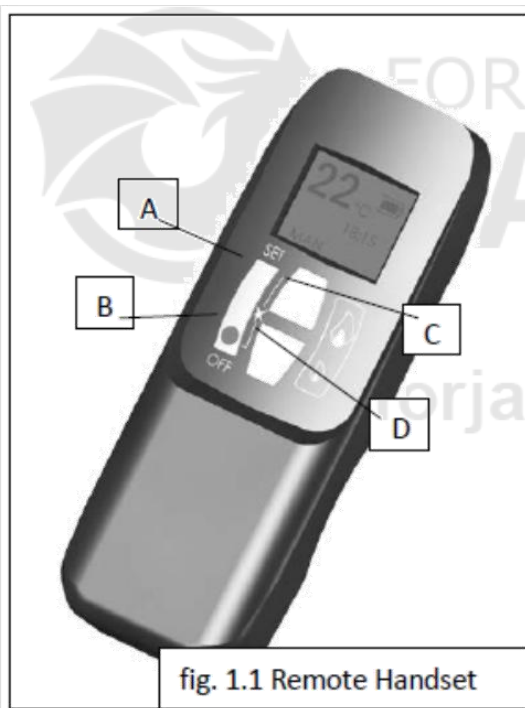
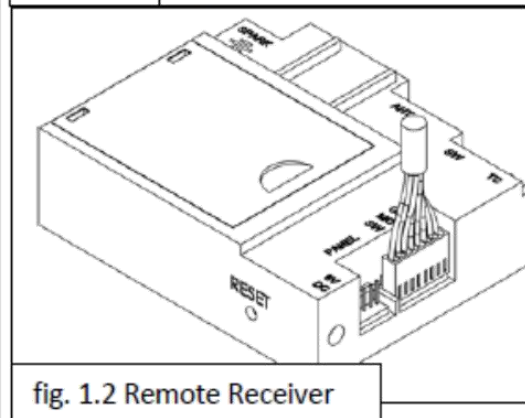
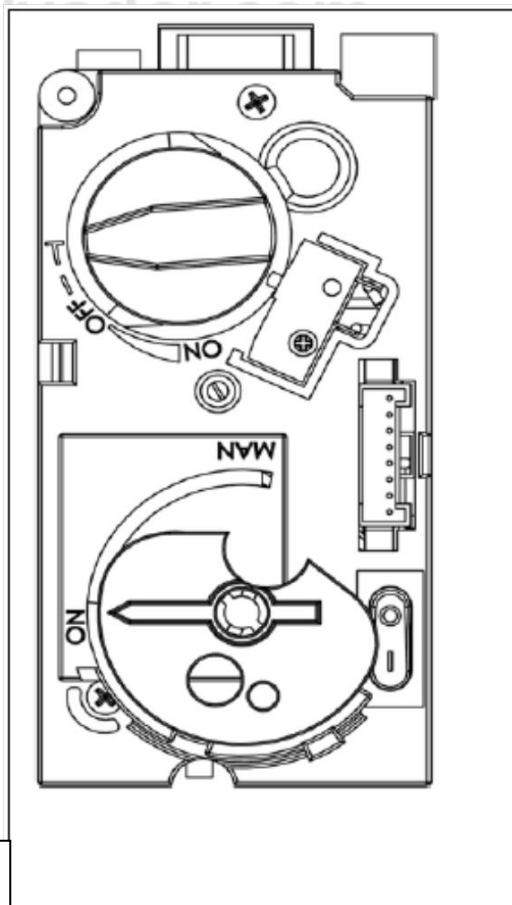

fig. 1.1 Remote Handset
fig. 1.2 Remote Receiver
Fig. 1.3 Gas Control Valve
Cet appareil est équipé d'un contrôle par télécommande de technologie avancée. Il est composé de trois parties; la télécommande (fig. 1.1), le récepteur (fig. 1.2) et la vanne gaz qui possède aussi un contrôle manuel (fig. 1.3). La vanne gaz et le récepteur se trouvent derrière la porte d'accès et c'est aussi à cet endroit que la plaquette signalétique de l'appareil se trouve.
Appuyez sur le bouton OFF (Bouton B fig. 1.1) de la télécommande. Cela va éteindre tous les brûleurs y compris la veilleuse.
Note:- Si vous appuyez quelques fois sur le bouton petite flamme (Bouton D fig. 1.1), le brûleur principal va s'éteindre mais la veilleuse restera allumée
Pour augmenter la hauteur des flammes, appuyez sur le bouton grande flamme (Bouton C fig. 1.1).
Pour diminuer la hauteur des flammes, appuyez sur le bouton petite flamme (Bouton D fig. 1.1).
Appuyez simultanément sur le bouton OFF et sur le bouton petite flamme (boutons B & D fig. 1.1) jusqu'à ce que l'écran passe de l'unité Fahrenheit / 12 heures ou Celsius / 24 heures et inversement.
- b. Vous appuyez simultanément sur les boutons grande flamme et petite flamme (boutons C & D fig. 1.1)
Appuyez sur le bouton grande flamme pour le réglage de l'heure (bouton C fig. 1.1).
Appuyez sur le bouton petite flamme pour régler les minutes (bouton D fig. 1.1).
Pour revenir à l'écran principal, appuyez sur OFF (bouton B fig. 1.1) ou simplement attendre 15 secondes que l'écran revienne automatiquement au menu principal.